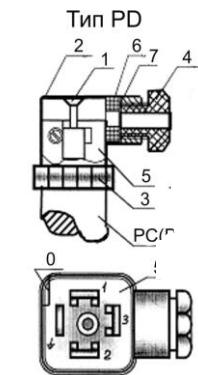

Рисунок 2 – Вид электрического присоединения
8.7 Для электрического присоединения с разъемом типа PD (штекельный разъем) (см. рисунок 2) необходимо: